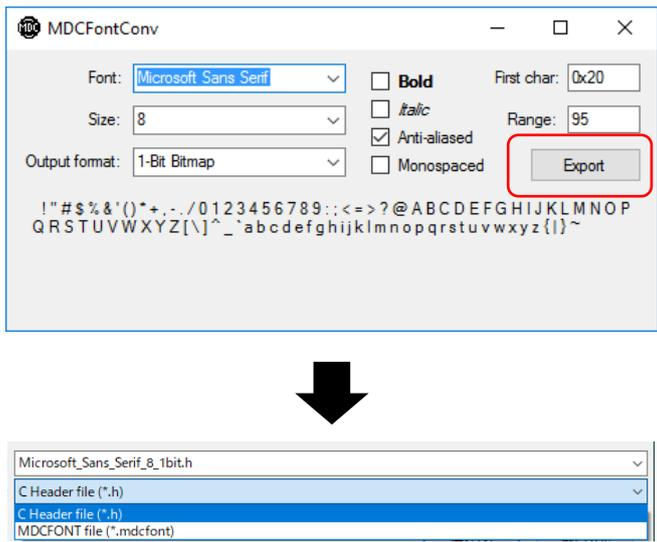

図 4.2 MDCFontConv.exe でのファイル格納方法
- (2) ファイルの種類から、C Header file (*.h)を選択するとヘッダファイル (.h) が、MDCFONT file (*.mdcfont)を選択すると、バイナリファイル (.mdcfont) が生成されます。(図 4.2 参照)